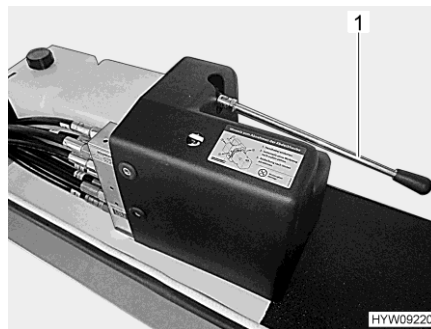

Fig. 48 Palanca (manejo de emergencia)
- Plegar el apoyo de elevación con la bomba manual. Para ello, bombear con la palanca (Fig. 48,1) hasta que el apoyo de elevación esté plegada.